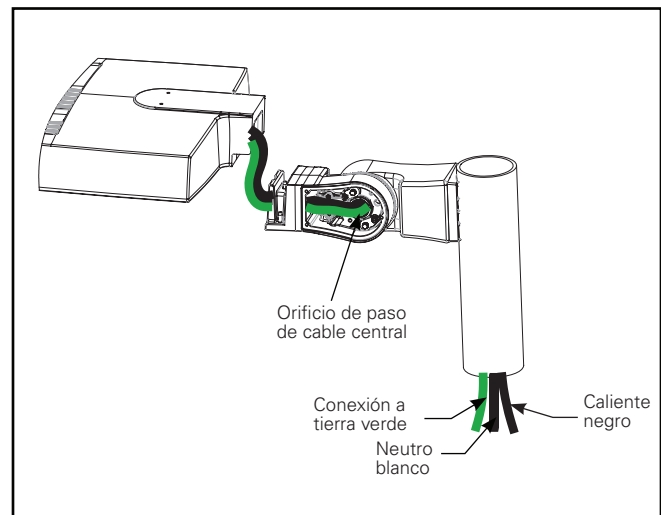

Figura 3.
6. Apoye el luminario mientras lo baja sobre la función de abrazadera del brazo de montaje y pase los terminales de la fuente de alimentación del luminario a través de la abertura en la cavidad del brazo de montaje. Permita que el luminario descance completamente sobre la función de listón. Continúe enrutando el terminal de la fuente de alimentación del luminario a través del orificio de paso de cables central que conduce a la cavidad del brazo del poste. Permita que el luminario descance sobre la función de listón (Figura 3).